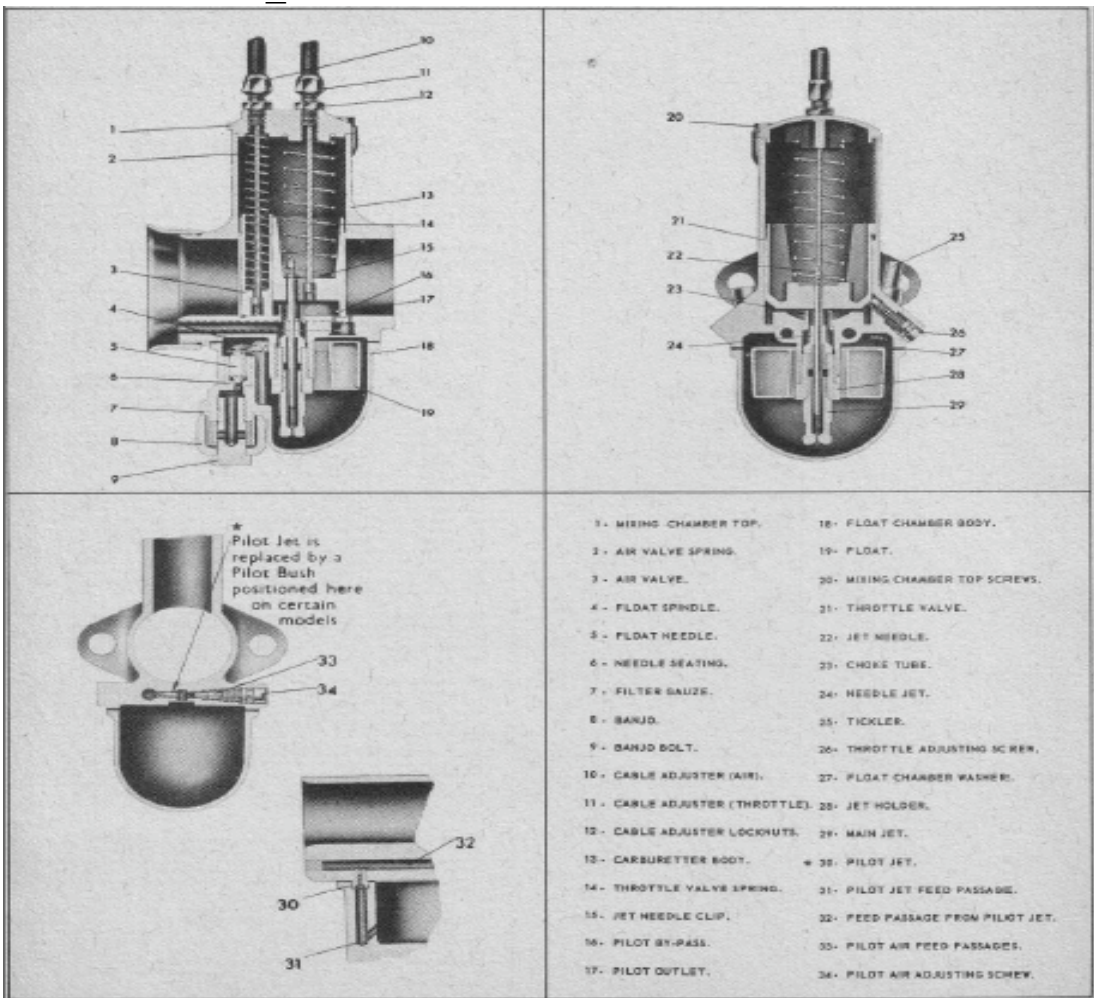

Imagen4
- a) surtidor de baja (marcha lenta o relentí) = 33, o = 34 (Imagen 4)
1) **El circuito de baja** (Imagen 4) está formado por un conducto que toma el aire por un orificio situado en la boca lado filtro, pasa por el **tornillo de baja** (no el de relentí), a su vez esta conectado con el **surtidor de marcha lenta** y continua hacia el lado del difusor en donde tiene un orificio pequeñísimo (de menor diámetro que un alfiler).